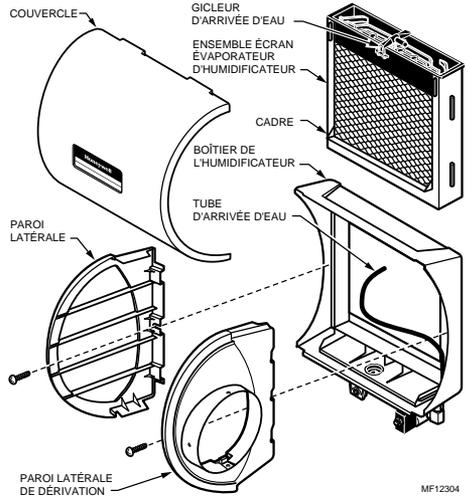

Fig. 3. Démontage de l'humidificateur.
6. Démontez l'humidificateur, enlevez le couvercle et retirez l'ensemble écran évaporateur. Consultez la Fig. 3.